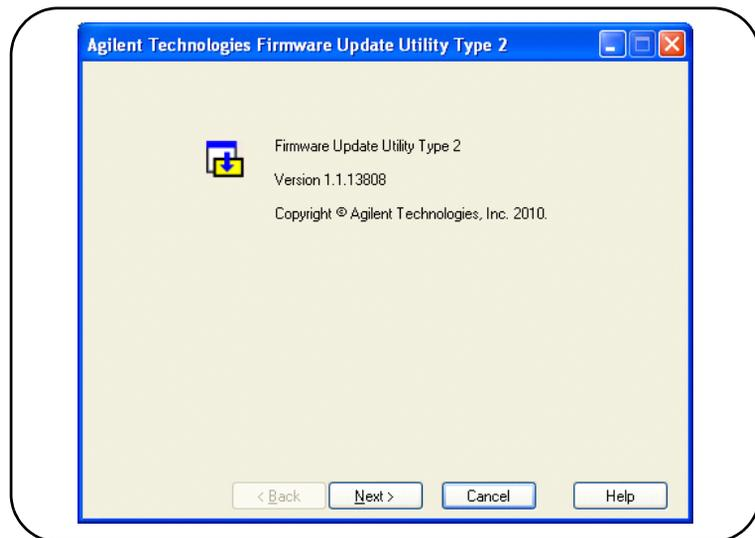

Figure 2-9. Utilitaire de mise à jour du microprogramme – Fenêtre de sélection du fichier
1. Depuis le répertoire d'installation ou le menu Démarrer, lancez l'utilitaire. Une fenêtre similaire à celle de la Figure 2-9 doit en principe s'ouvrir.